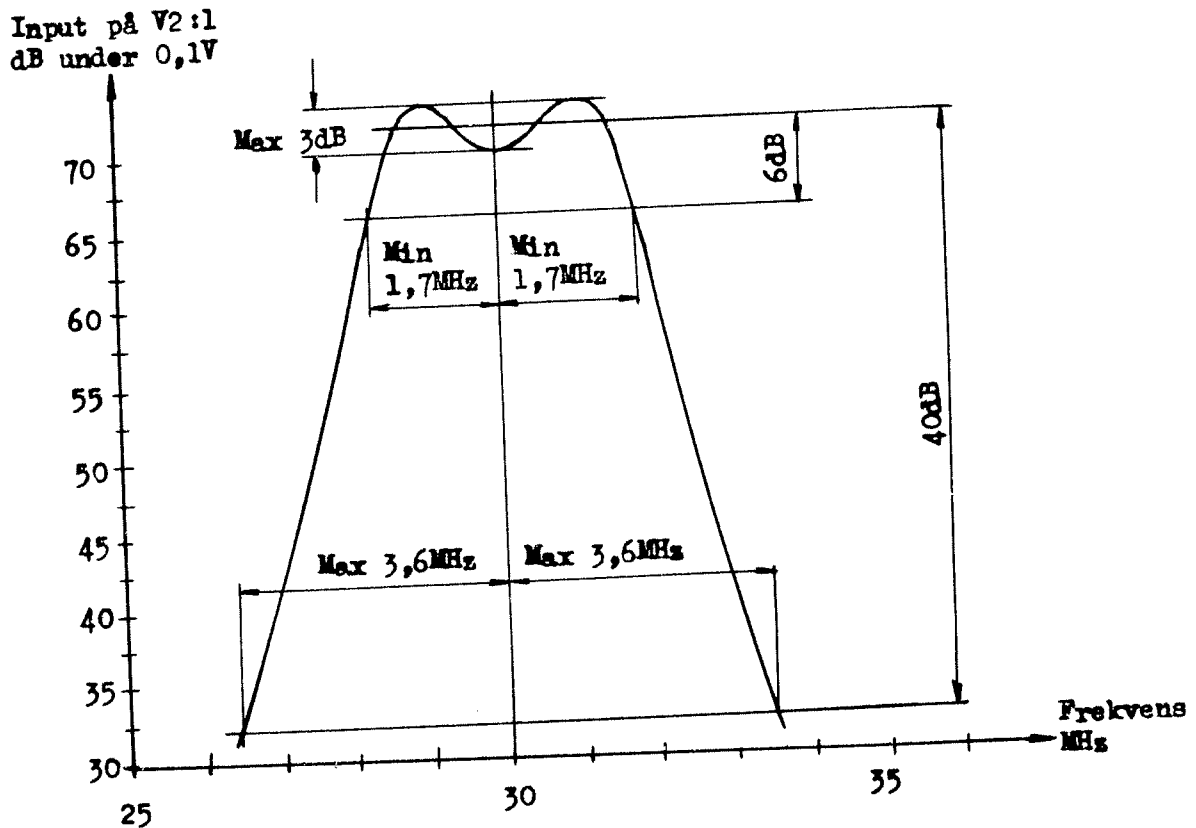

Bild 13
13. Upprepa förfarandet enligt pos 12 för 26, 27, 28, 29, 31, 32, 33 och 34 MHz. För varje mätning justeras dämpsatsen så att instrumentet visar 1,5 V. Dämpsatsen avläses för varje mätning.
14. Rita upp MF-kurvan med ledning av erhållna mätvärden. Den skall väl överensstämma med kurvan i bild 13.